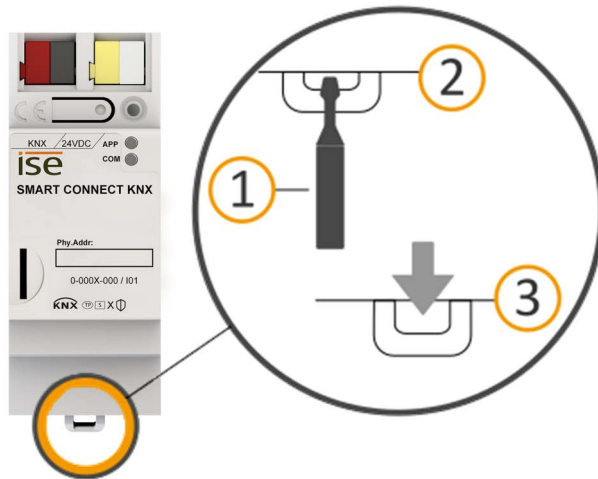

Abbildung 28: Gerät von Hutschiene lösen
1. Führen Sie einen Schraubendreher (siehe Abbildung 28, Pos. 1) in den Lösehebel (siehe Abbildung 28, Pos. 2) und schieben Sie den Lösehebel nach unten (siehe Abbildung 28, Pos. 3).